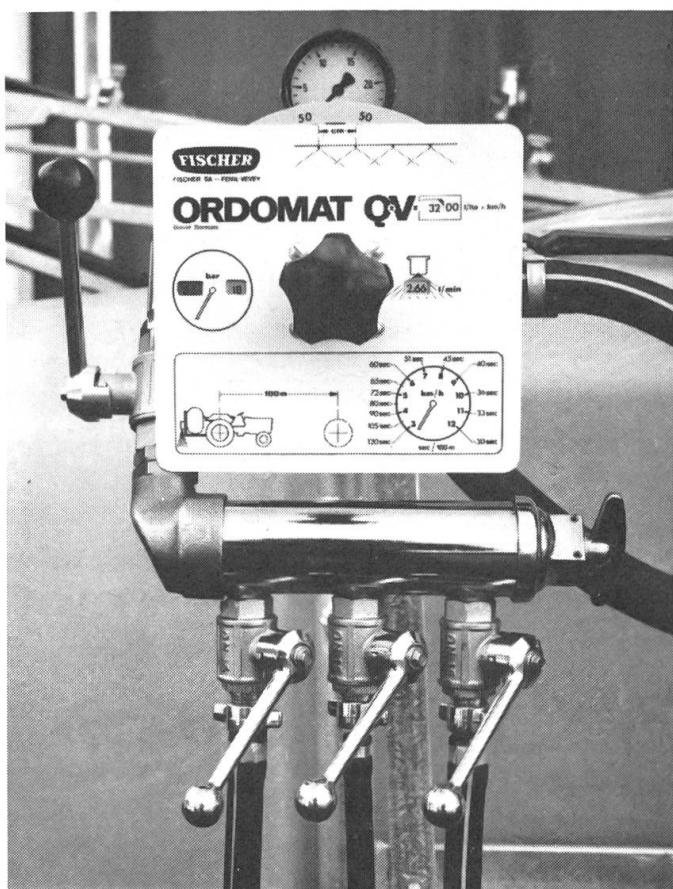

Fig. 2: Régulateur de débit ORDOMAT QV avec les indications pour 4 jeux de buses.
- le « régulateur de débit ORDOMAT » (fig. 2)